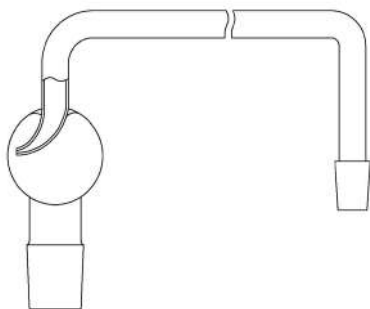

Рис. 65. Насадка с каплеуловителем
9. **Насадка с каплеуловителем** (рис. 65) применяется в качестве соединительного элемента для сборки приборов, аппаратов и установок.